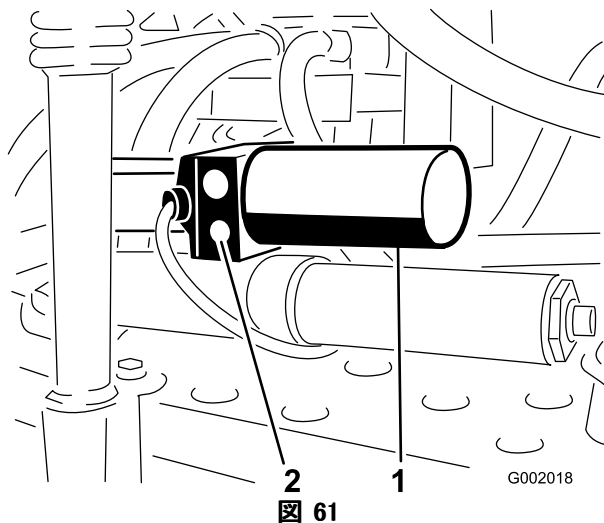

图 61
1. 各アクチュエータについている手動リリーフ・バルブを探し出す。アクチュエータのボディの片側だけについている小さいほうのバルブが手動リリーフ・バルブである(図 61)。